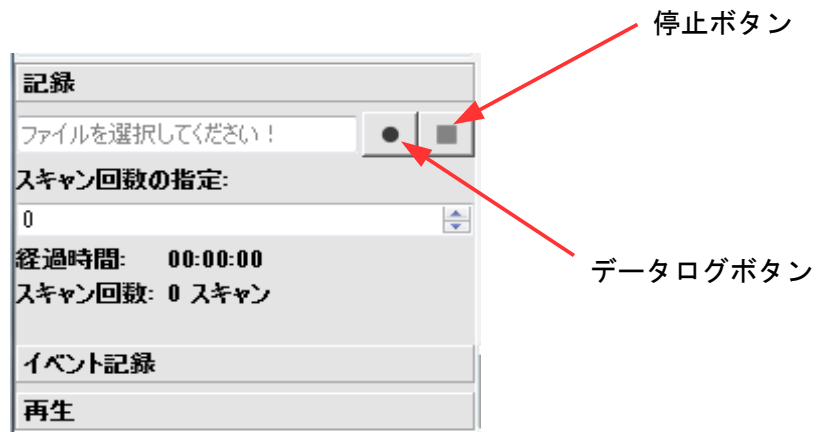

図7-57(a) 記録2
- e) また、[イベント記録]ボタンをクリックすることで、OSSD出力のオフをトリガとして、その前後の測定データを記録することも可能です。(図7-57(b))